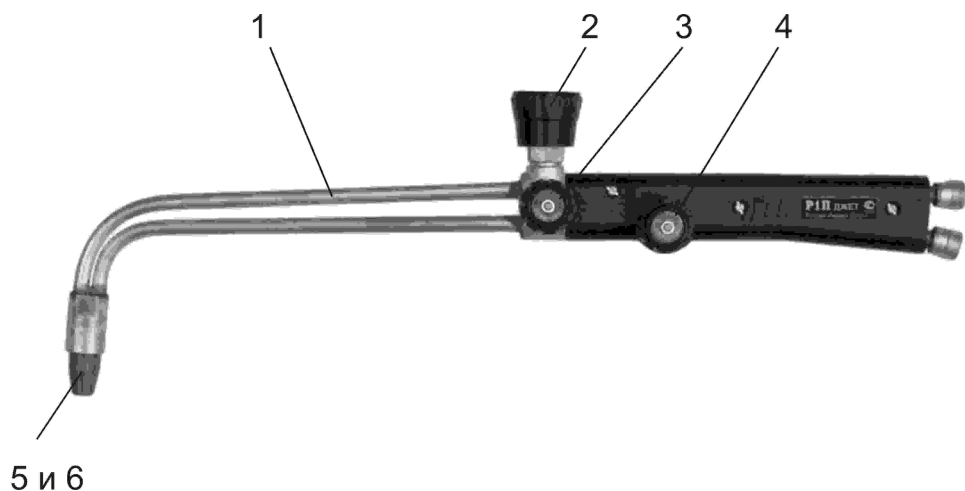

Рис.1 Резак в сборе P1A; P1П (L=500 мм, Угол загиба ствола 90°)
4.1 Резак (см. рис. 1) состоит из ствола со смесительной камерой, инжектором, мундштуками внутренним и наружным. На стволе расположены рукоятка, два штуцера и три клапана (режущего кислорода, подогревающего кислорода, горючего газа).